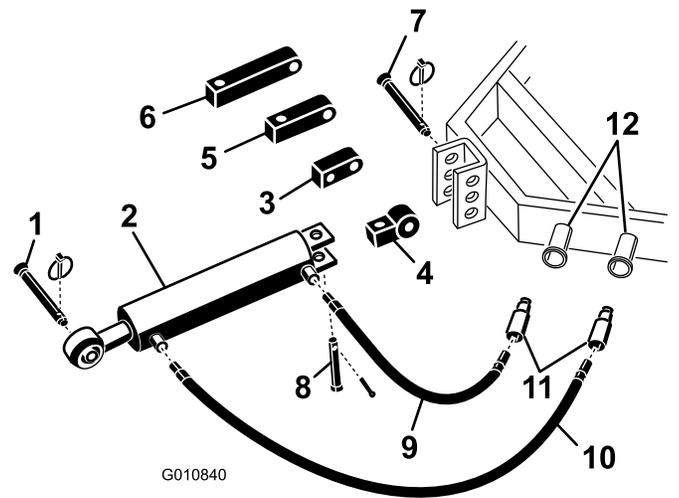

図 5
1. トラクタに付いているピンを使って、油圧式上部リンクの接続リンクをトラクタに固定する (図 5)。油圧式上部リンクは、ロッドの端がエアレタを向くように取り付ける。シリンダ・ポートは、トラクタの補助パワー油圧に向くように取り付ける。
注 油圧シリンダのポートが上を向くような取り付けしかできない場合には、通常取り付けブロックではなく、回転ブロックを使ってポートの位置を合わせてください (図 5)。
- A. 通常接続リンクをシリンダに固定しているコッター・ピンとピンを抜き取る (図 5)。シリンダから接続リンクを取り外す。
- B. 外したピンを使って、回転ブロックをシリンダに取り付ける (図 5)。
2. 長さ 107 cm の油圧ホースを、油圧式上部リンクのポート (エアレタに近い方のポート) に接続する (図 5)。オイル漏れを防止するために、ねじ部にはテフロン製テープなどのシール材を使用すること。
3. 長さ 76 cm の油圧ホースを、油圧式上部リンクのポート (トラクタに近い方のポート) に接続する (図 5)。オイル漏れを防止するために、ねじ部にはテフロン製テープなどのシール材を使用すること。
油圧シリンダのロッドがブラケットにとどかない場合には、通常に取り付けブロックではなく、延長ブロックを使ってください(図 5)。
- A. 通常の見続リンクをシリンダに固定しているコッター・ピンとピンを抜き取る(図 5)。シリンダから見続リンクを取り外す。
- B. 外したピンを使って、必要な長さの延長ブロックをシリンダに取り付ける(図 5)。